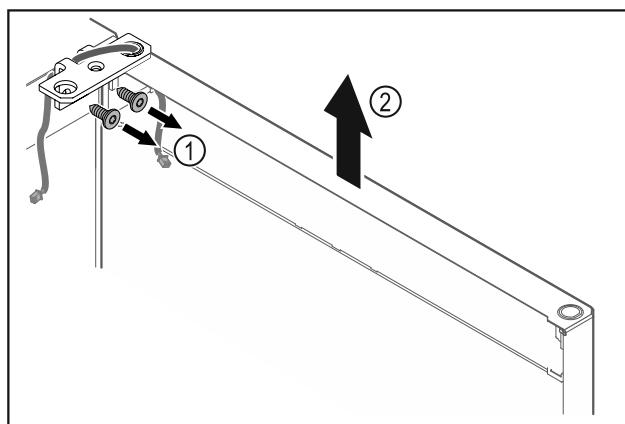

Fig. 15
- Odskrutkujte uholník závesu Fig. 15 (1).
- Zdvihnute dvere vrátane uholníka závesu Fig. 15 (2) cca 200 mm nahor a odoberte ich.